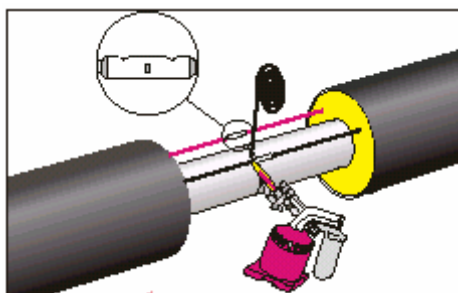

рис.13
3.4.4 Затиснутий з'єднувач (А-1-02) підігріти газовим паяльником (А-4-02) до температури плавлення припою, після чого залити припоєм (А-1-04, А-1-05) (рис.13)